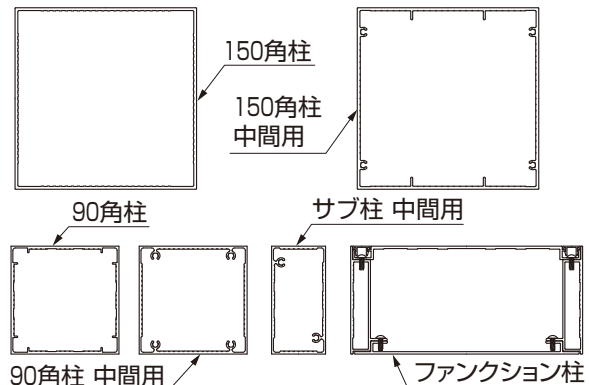

図1-1 柱断面図
- 中間用の柱には向きがあります。(図1-1 参照) 間違えた場合、フレームに接続できません。